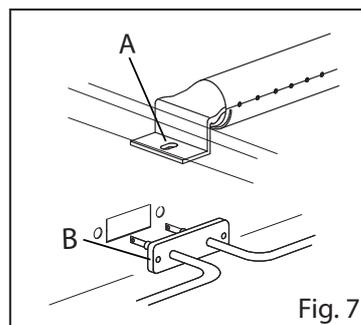

Fig. 7
- Destornillar los tornillos de fijación (Fig. 7/A)
- Destornillar los tornillos de fijación (Fig. 7/B) y desconectar las conexiones eléctricas